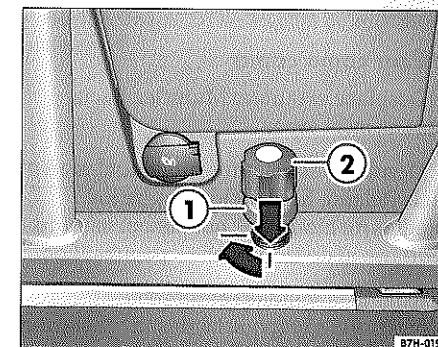

Fig. 67 Interior del maletero: tablero Multiflex montado en la guía derecha con mando ① y ruedecilla ②
- Monte el tablero Multiflex en las guías exteriores. Para ello, los mandos ⇒ fig. 67 ① tienen que estar en posición perpendicular con respecto a las guías y los pernos en forma de T en paralelo.